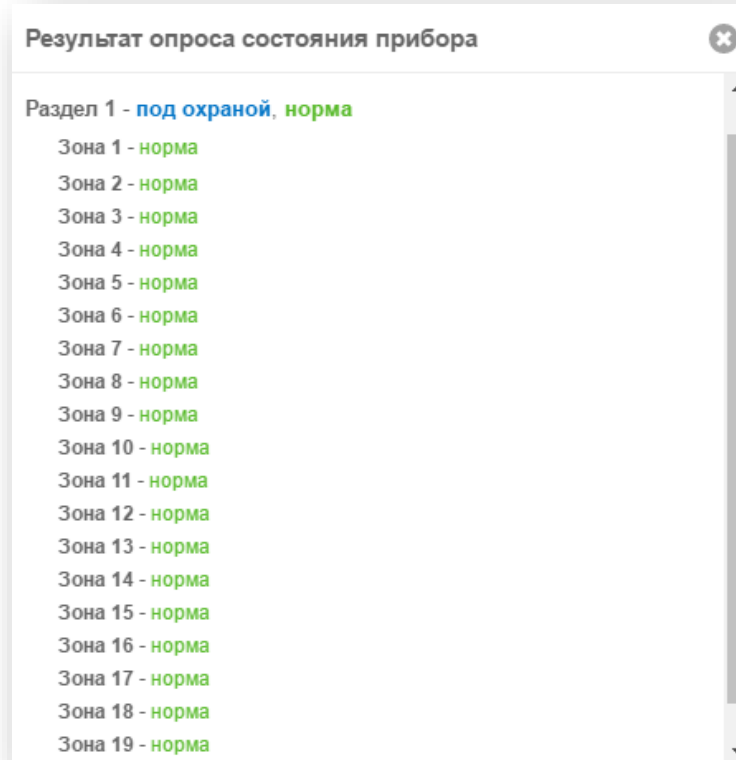

Рисунок 154. Опрос состояния объекта
При нажатии на ссылку «Опрос состояния» будет выведена информация о текущем состоянии разделов и зон прибора (рис. 154).
- Сотрудники ГБР охранного предприятия авторизуются в приложении Ritm Guard, при этом данная ГБР становится активной (зеленый индикатор состояния, см. рис. 154);